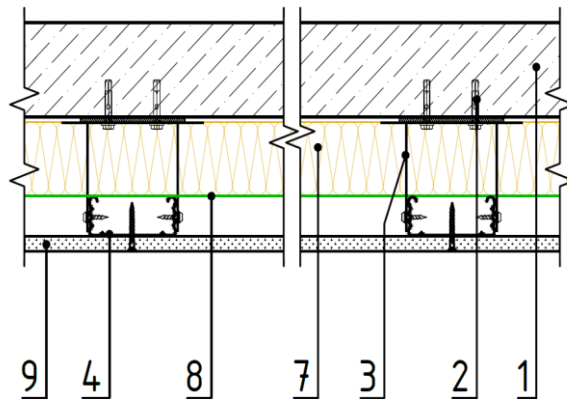

Рисунок 1 - Сечение с указанием номеров состава конструкции
2. Элементом крепления к ж/б плите системы подвесного потолка является металлический анкерный болт 8х60 Рисунок 1.
3. Подвес с зажимом и тягой (аналог: Подвес прямой, Нониус-подвес в сборе) крепится через звукоизоляционную прокладку к плите покрытия Рисунок 1.
4. Профиль ПП 60х27 крепится к подвесу ниже уровня плит из каменной ваты с учетом неровностей основания, одновременно осуществляя прижим утеплителя и пароизоляционной плёнки Рисунок 1.
7. Каменная вата ТЕХНОАКУСТИК / ТЕХНОБЛОК СТАНДАРТ сплошным слоем плотно примыкает к ж/б плите покрытия и временно фиксируется в монтажном положении при помощи скобок в проходящих сквозь тело утеплителя подвесов. Минимальный зазор между швами плит из каменной ваты не должен превышать 2мм Рисунок 1.
8. Пароизоляционный слой располагается между плитами каменной ваты и профилем. Стыки (нахлесты) плёнок обязательно проклеиваются самоклеящейся лентой Рисунок 1.
9. Листовой финишный материал (ГКЛ, ГКЛВ, ГСП, ГВЛ) заводского изготовления в один или два слоя крепится к несущему профилю шурупами по металлу по типу TN 25 Рисунок 1.